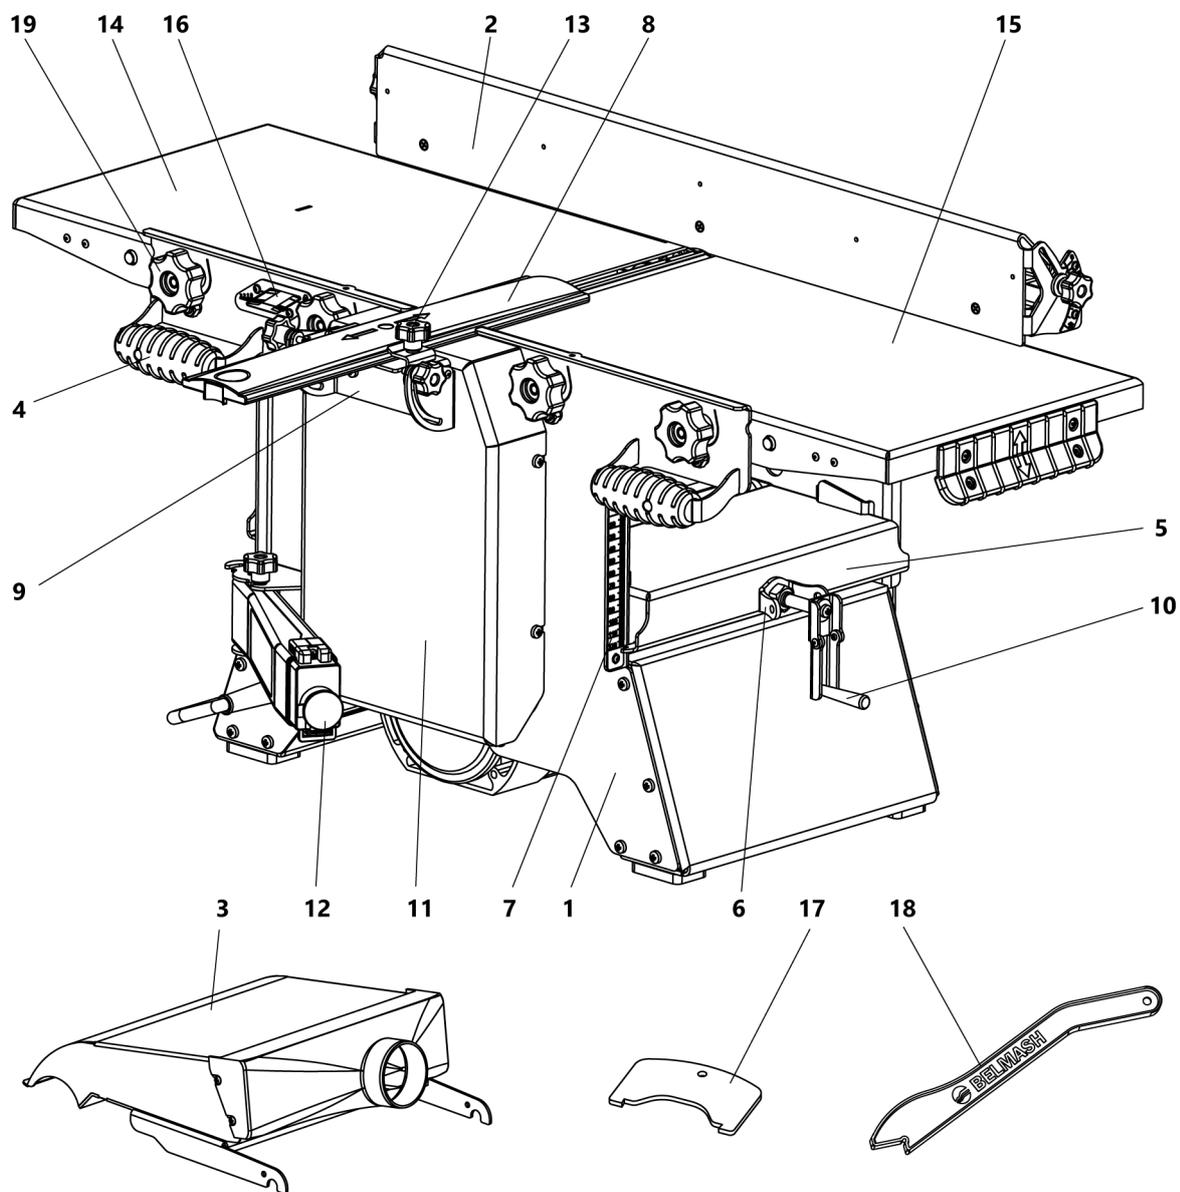
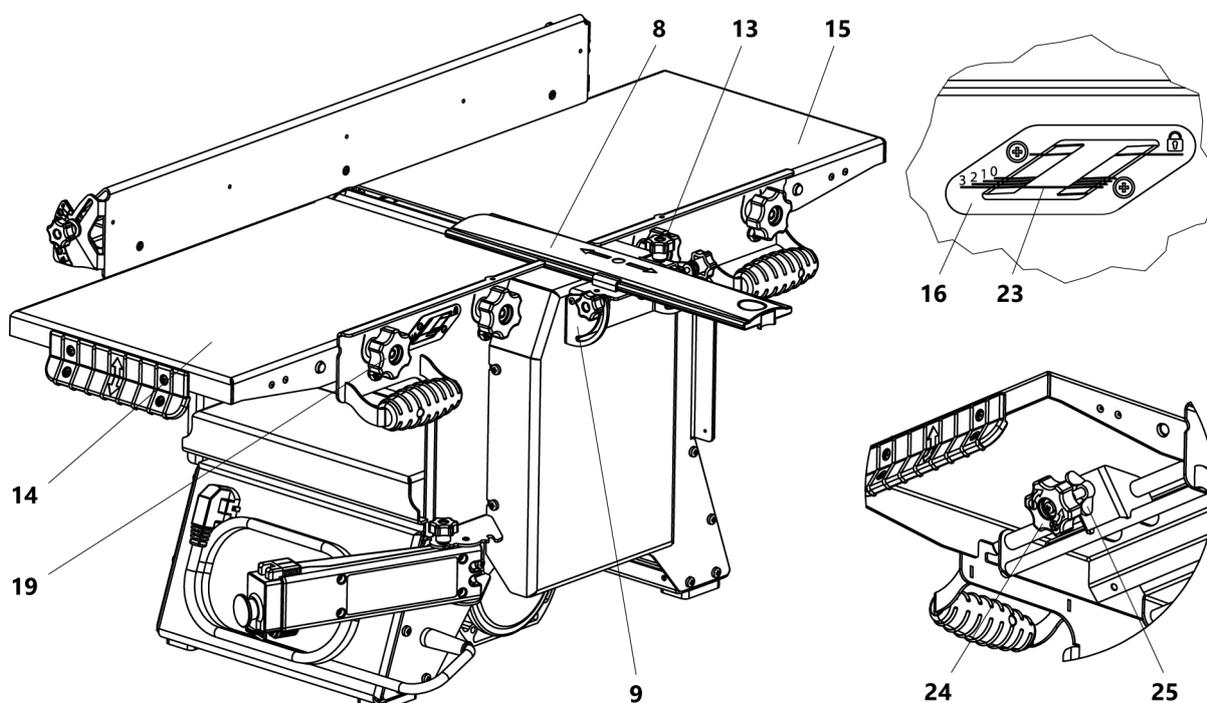

Рис. 1 Общий вид станка
Рис. 4 Установка строгальных столов и глубины строгания
При фуговании нужно перемещать заготовку по загрузочному столу, прижимая к линейке 2 (рис. 1). При этом необходимо держать пальцы сомкнутыми и удерживать заготовку сверху ладонями обеих рук. Правильное положение рук – это когда одна рука находится на верхней пласти заготовки над приемным столом, вторая рука – на верхней пласти заготовки над загрузочным столом.
Для облегчения прохождения и уменьшения трения между обрабатываемой заготовкой и рейсмусным столом 5 (рис. 1), в конструкции станка имеются два гладких ролика, которые выступают над поверхностью рейсмусного стола не более чем на 0,3 мм.
В режиме строгания приемный стол 15 (рис. 1) устанавливается на уровне реза строгальных ножей, а загрузочный стол 14 имеет возможность опускаться ниже уровня реза строгальных ножей, что обеспечивает установку необходимой глубины строгания. Глубину строгания устанавливают по шкале 16 с помощью ручки 24 (рис. 4).
Выключатель станка 12 (рис. 1) имеет защиту от непроизвольного включения станка и установлен на кронштейне, поворачивающемся так, чтобы обеспечить доступное и безопасное включение/ выключение станка при различных видах работы.
- отпустить гайки-барашки 19 столов строгальных загрузочного 14 и приемного 15 (рис. 4);
Ограждение ножевого вала 8 предназначено для закрытия той части вращающегося ножевого вала, которая не находится в зоне резания (нерабочая часть ножевого вала) во время работы станка (рис. 4).